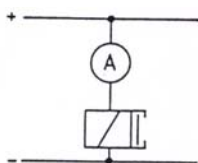

Abb. 7 Strommessung
- Kurzschluss in der Magnetspule. In den Stromkreis ein Ampèremeter einschalten (Abb. 7), wobei ca. folgende Stromstärken angezeigt werden: